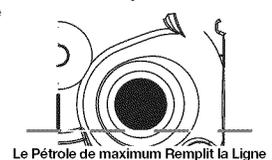

Fig. 24
- Le regard dans le pétrole remplit le trou, utiliser une lampe de poche si nécessaire. Le pétrole doit être juste touchant l'intérieur plus fil (Fig. 24).
- Si le niveau d'huile ne touche pas le filetage le plus à l'intérieur dans le trou de remplissage de l'huile, ajoutez une petite quantité d'huile dans le trou de remplissage de l'huile et vérifiez à nouveau (Fig. 24). Répétez cette procédure jusqu'à ce que le niveau d'huile atteigne le filetage le plus à l'intérieur du trou de remplissage d'huile.
REMARQUE: Mesurez la quantité nécessaire à l'aide de la bouteille et de la buse utilisées lors de la mise en service. 90 ml (3,04 oz) correspond environ au haut de l'étiquette de la bouteille (Fig. 28). Vérifiez le niveau d'huile avec la jauge. S'il est trop bas, ajoutez un peu d'huile par l'orifice et revérifiez. Ne remplissez pas trop (Fig. 24).